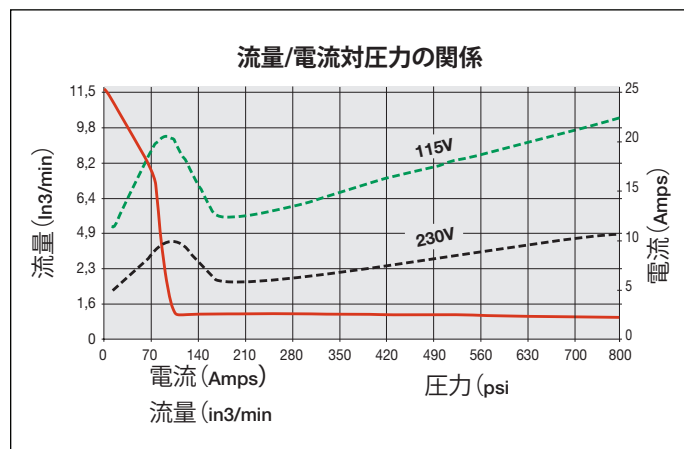

図1 流量図
#### 3.2 F流量図 (図1参照)
\*実際の消費電力は、用途によって異なります。図1を参照してください。
1. 絶縁および配線回路の保護はお客様が行ってください。ライン回路保護機能は、最大使用圧力におけるモーターの最大電流の115%に設定しなければなりません(図1参照)。